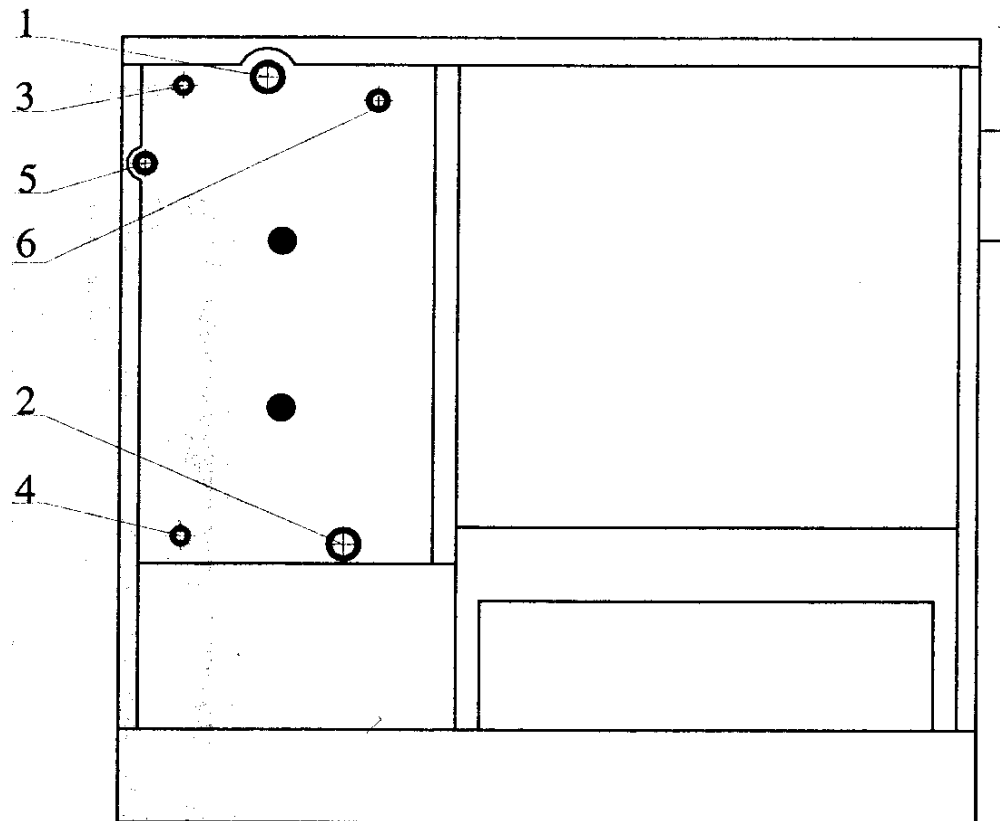
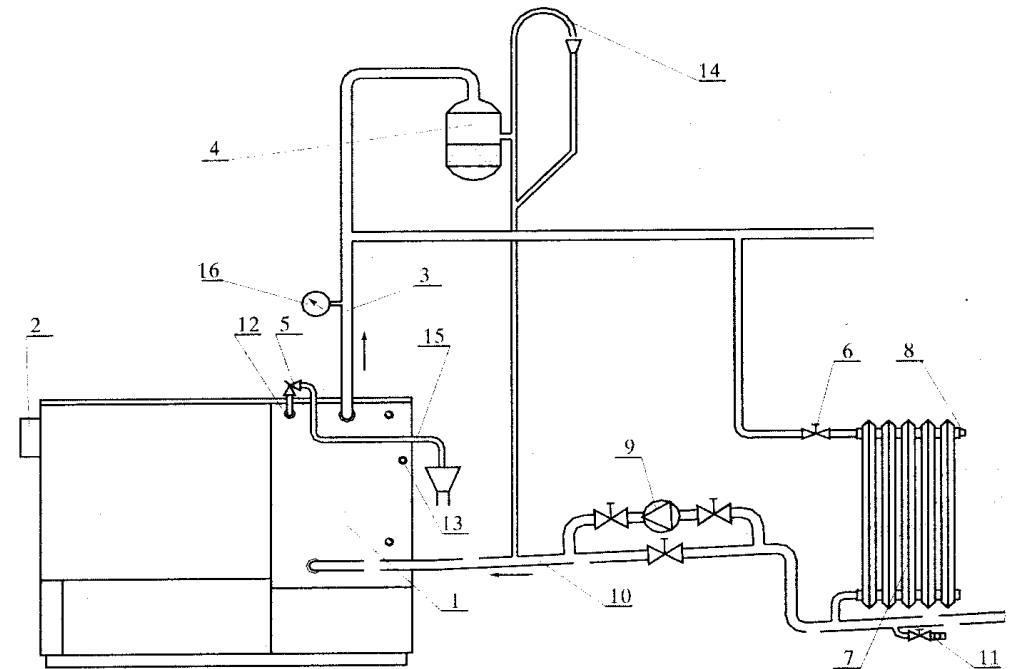

Abb. 4
Bild 8
Installationspläne für offene Heizungssysteme sind in Abb. 7 und Abb. 8, dargestellt.
Kesselrückseite mit Anschlüssen ist in der Abb. 4 dargestellt:
6.1 VORLAUF- UND RÜCKLAUFLEITUNG (Abb. 4, Pos. 1 u. 2; Abb. 7 und Abb. 8 Pos. 3 und 10)
6.2 SICHERHEITSVENTIL (Abb. 7 u. 8, Pos. 5; und Abb. 4, Pos. 6)
An der Kesselrückseite unter dem Kochplattenrahmen ist der Anschluss R1/2“ angeschweißt (Abb. 4, Pos. 6), an dem ein Sicherheitsventil anzuschließen ist. Sein Arbeitsdruck beträgt 2,5 bis 3,0 bar. Er kann direkt an den Anschluss oder höchstens 1 m vom Anschluss entfernt angeschlossen sein unter der Bedingung, dass dazwischen kein Absperrventil vorhanden ist.